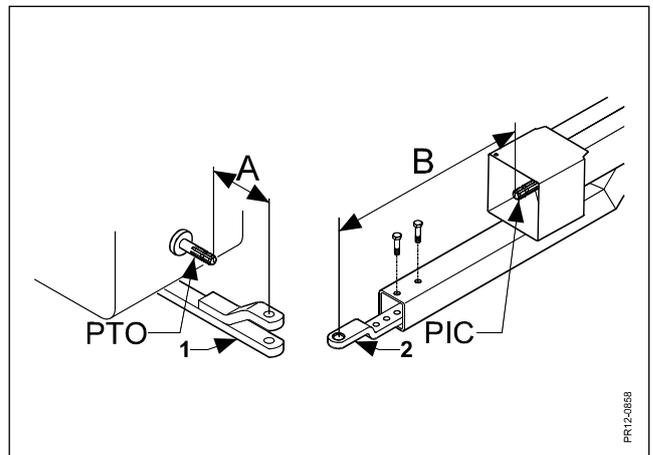

Fig. 2-8
Fig. 2-8 Regolate la barra di traino del trattore (1) in modo tale che la distanza “**A**” sia minore. Regolare la barra di traino della macchina (2) in modo tale che la distanza “**B**” sia più larga possibile. La barra di traino della macchina (2) deve essere girata, in modo tale che l'albero della presa di forza sia il più vicino possibile alla posizione orizzontale. (NB: Gli accessori per la barra di traino **devono** essere montati sempre con 2 bulloni).